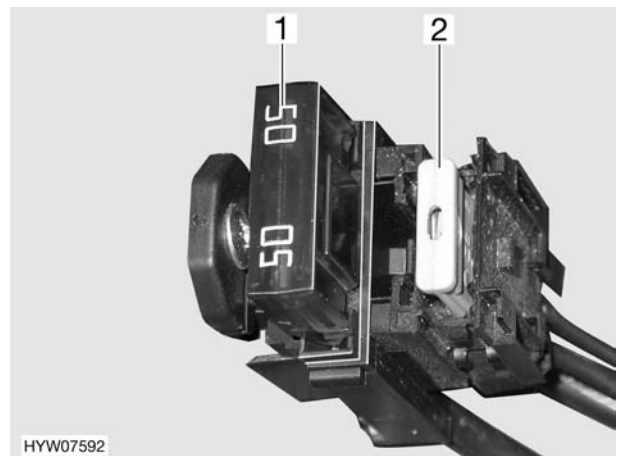

Bild 105 Sicherungen an der Wohnraumbatterie
- Sicherungstyp (Bild 105,1):
- Sicherungstyp (Bild 105,2):